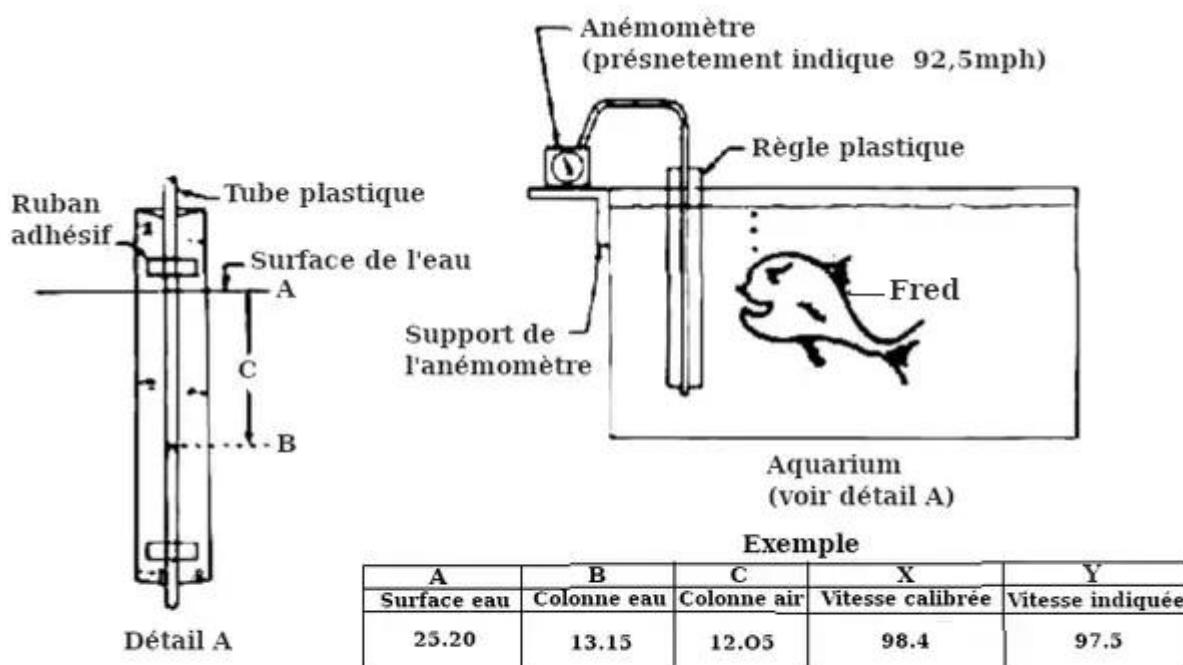

FIGURE 1
Une pompe à air ou une source de pression d'air n'est pas nécessaire pour calibrer un indicateur de vitesse. Il suffit de connecter un morceau de tube en plastique au port pitot (repéré « P ») sur l'indicateur de vitesse et de retirer le ruban adhésif ou le bouchon du port statique (repéré « S »). Fixez une règle en plastique de bazar à l'autre extrémité du tube en plastique, comme illustré à la figure 1. Assurez-vous que les connexions ne fuient pas !
Remarquez que, à mesure que le tube et la règle sont enfouis plus profondément dans l'eau, l'indication de vitesse augmente. Très simplement, la distance entre la surface de l'eau et le sommet de la colonne d'eau dans le tube (indiquée par « C » à la figure 1) est proportionnelle à la vitesse calibrée (réelle).
1. enregistrer la dimension sur la règle à la surface de l'eau (colonne « A » dans l'exemple, figure 1);